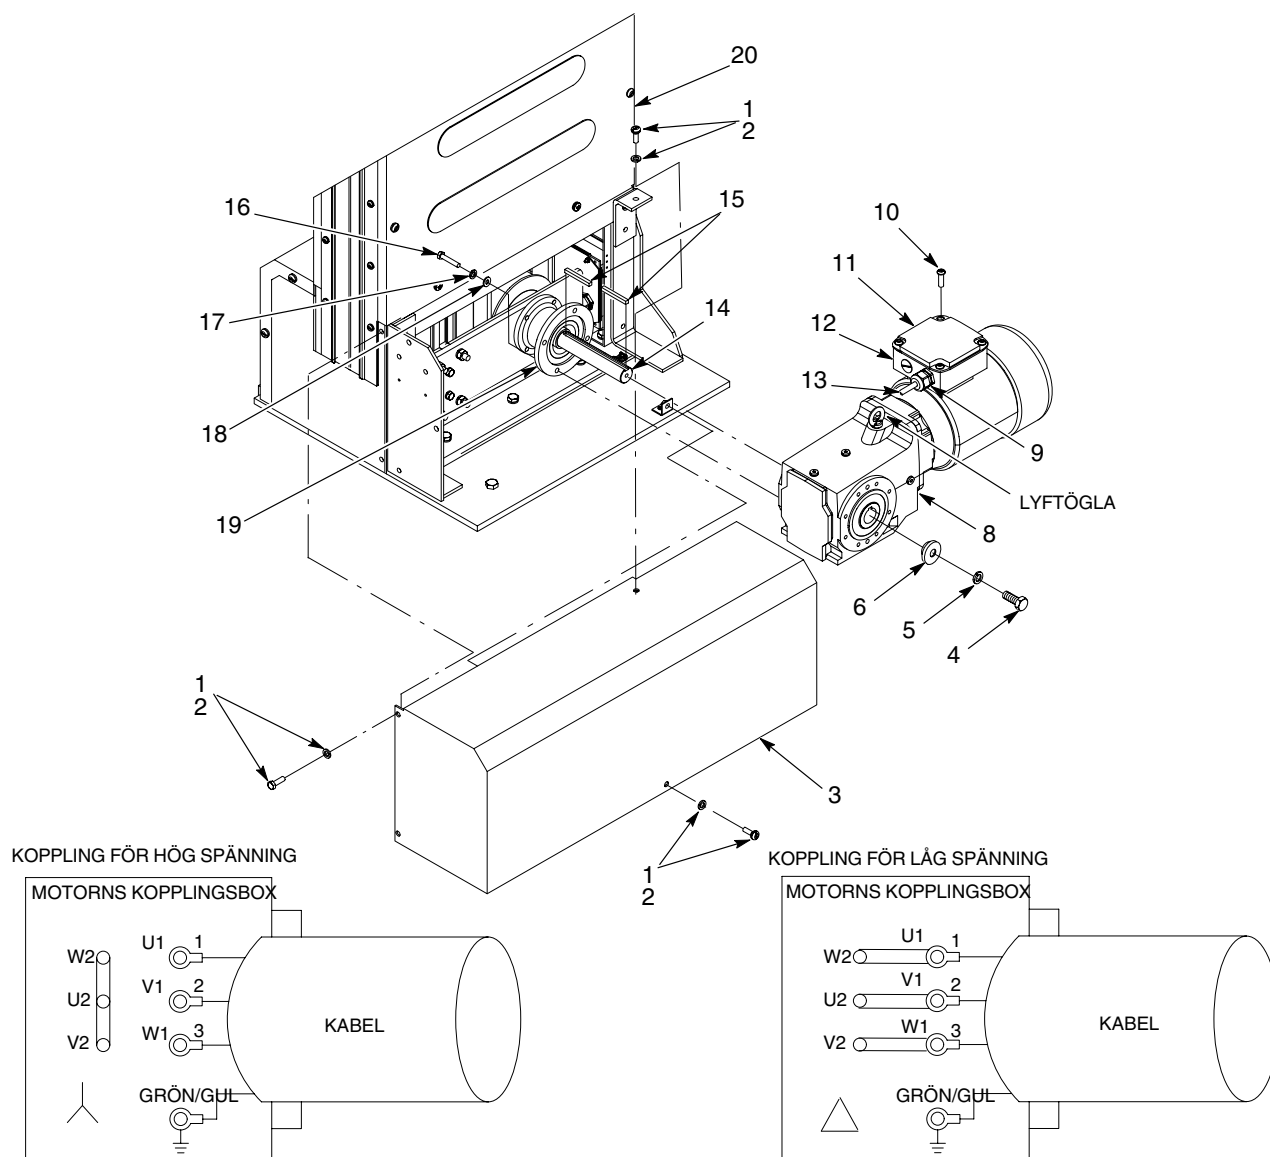

Bild 19 Byte av växellådsmotor
1. Se bild 19. Tag av skruvarna (1) och låsbrickorna (2) som fäster kåpan (3) på traversen (20).
- a. Tag av skruvarna (10) som fäster kåpan (11) på växellådsmotorns kopplingsbox (12).
- b. Lossa kabelns dragavlastning (9).
- c. Koppla loss kabeln i kopplingsboxen (12). Drag försiktigt ut kabeln (13) ur kopplingsboxen (12).
3. Tag av skruven (4), låsbrickan (5), och brickan (6) som låser växellådsmotorn (8) till drivenhetens axel (14).
4. Tag av skruvarna (16), låsbrickorna (17), och brickorna (18) som fixerar växellådsmotorn (8) till drivenhetens fäste (19).
5. Lossa växellådsmotorn (8) från axeln (14). Tag av låskilarna (15) från drivenhetens axel (14).
1. Se bild 19. Genomför följande:
- a. Sätt i låskilarna (15) i drivenhetens axel (14), så som visas.
- b. Kontrollera att kilspåret på växellådsmotorn (8) är orienterat som axelkilstpåret (15) på axeln (14). Skjut på motorn på axeln. Kontrollera att det inte finns några springor mellan växellådsmotorns (8) anliggningsyta och växellådsmotorns fäste (19).
- c. Skruva fast växellådsmotorn (8) på motorfästet (19) med brickorna (18), låsbrickorna (17), och skruvarna (16). Drag åt skruvarna med momentet 25 N•m (18.5 ft-lb).
- d. Lås fast drivenhetens axel (14) till växellådsmotorn (8) med hjälp av brickan (6), låsbrickan (5) och skruven (4). Drag åt skruvarna med momentet 25 N•m (18.5 ft-lb).